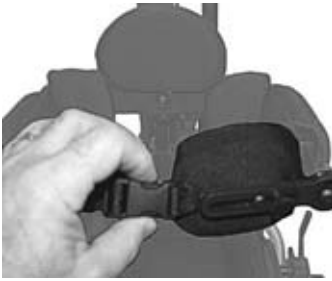

Abb. 21
- Die zwei Seiten der Schnalle an den vorderen Polstern der Hüftelemente (und falls zutreffend der umfassende Thoraxpelotte) zusammendrücken und lösen (Abb. 21).